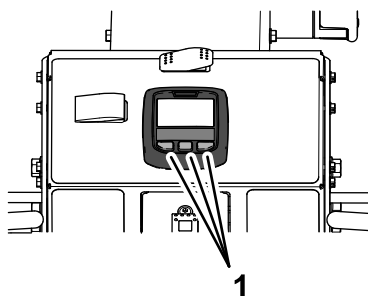

Figura 31
- Apăsai pe oricare dintre butoanele InfoCenter (Figura 31).